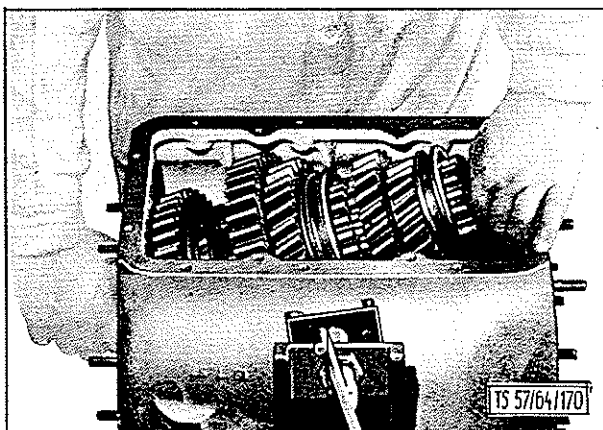

BILD 16: Einbauen der Hauptwelle
3. Die so vormontierte Welle in das Getriebegehäuse einführen (Bild 16).